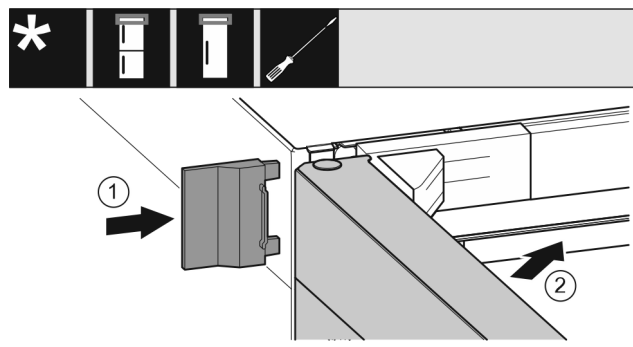

Fig. 34
- ▶ Nasuňte vonkajší kryt. Fig. 34 (1)
- ▶ Zatvorte horné dvere. Fig. 34 (2)